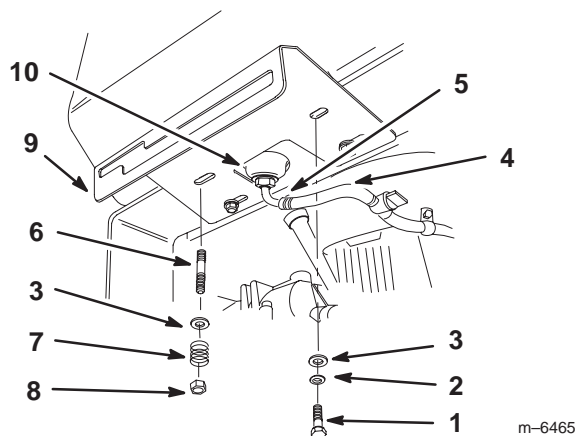

Figure 5
4. Poussez la conduite d'alimentation sur le raccord du réservoir de carburant et fixez-la en place avec le collier (Fig. 5).
5. Fixez le côté droit de la plaque du levier de vitesses et le réservoir de carburant au bâti arrière (Fig. 5) avec 2 boulons (5/16 x 7/8 pouce), rondelles de blocage (5/16 pouce) et rondelles (5/16 pouce) (Fig. 5).
6. Fixez le côté gauche de la plaque du levier de vitesses et le réservoir de carburant au bâti arrière (Fig. 5) avec des rondelles (5/16 pouce), ressorts et contre-écrous (5/16 pouce) (Fig. 5).